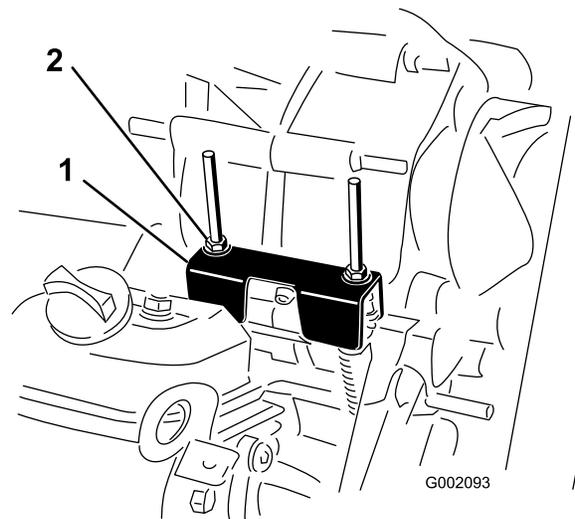

図 52
定期整備を行う時やエンジンの故障診断を行う時には、トランスアクスルをニュートラルにシフトしておく必要があります 図 52。トランスアクスルをニュートラル位置にするにはシフトレバーをニュートラル位置にします。以下の操作を行って、ニュートラルでシフトレバーが正常に機能することを確認してください
2. ニュートラルブラケットがニュートラル位置シフトブラケットの下にあるケーブル取り付けブラケットと面になっていることを確認する 図 52。
3. ロックナットのひとつ 図 52を回して、ナットワッシャの底面とニュートラルブラケットとの間のすきまが 0.76-1.52 mm になるように調整する。